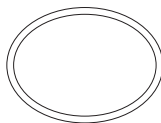

Fig.7
- Las ollas a presión Cierre Externo UNIVERSAL están equipadas con un empaque de silicona, ubicado en la tapa; su función consiste en sellar la tapa con el cuerpo de la olla a presión. (Ver Fig.7)